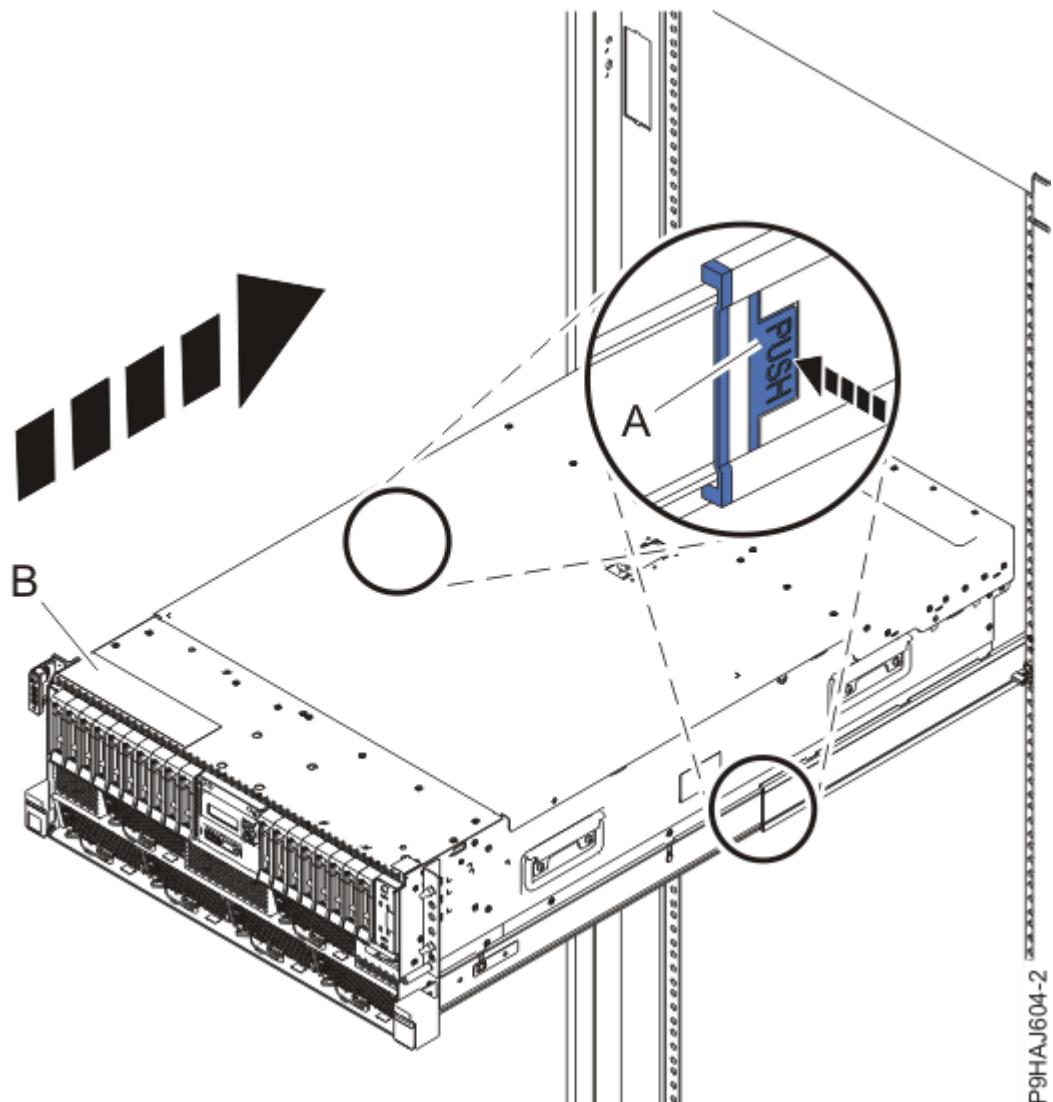

図 37. システムの操作位置への設置
3. ラック・マウント型システムの場合、青色のレール安全ラッチ (A) を、43 ページの図 37 に示されているように内側に押してアンロックします。